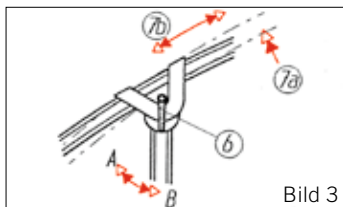

Bild 3
(Bild 3)
- V+-Gelenk um 1 ½ Klemmhebel drehungen (6) (Bild 3) lösen.
- Klemmhebel (6) (Bild 3) wieder festziehen.